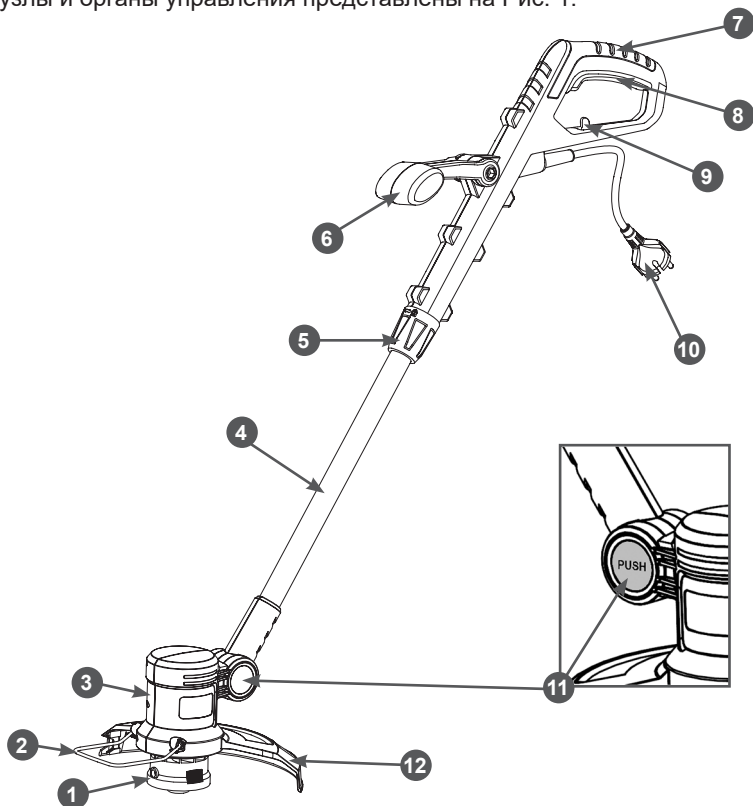

Рис. 1 Основные узлы и органы управления
Основные узлы и органы управления представлены на Рис. 1.
5. Закрепить кабель удлинителя на задней рукоятке. Во избежание преждевременного выхода кабеля включения из строя закрепите удлинитель с помощью крючка 9 для крепления кабеля (Рис. 1). Для этого сделайте на конце удлинителя петлю длиной 20-25 см, вставьте ее в отверстие в рукоятке, наденьте на крючок, после чего затяните петлю.
Для включения триммера нажмите на рычаг выключателя 8 (Рис. 1).
Для выключения триммера отпустите рычаг выключателя 8 (Рис. 1).